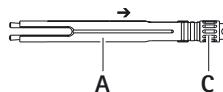

Fig. 2
- Tirar del casquillo exterior A tanto como sea posible en dirección al tornillo aprisionador C, ver Fig. 2.